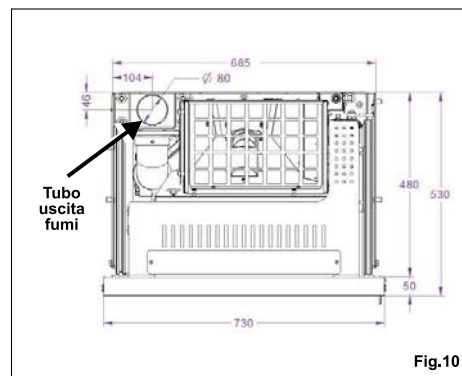

Fig.10
- Posizionare la canna fumaria tenendo conto della posizione del tubo di uscita fumi dell'inserto (**fig.10**).